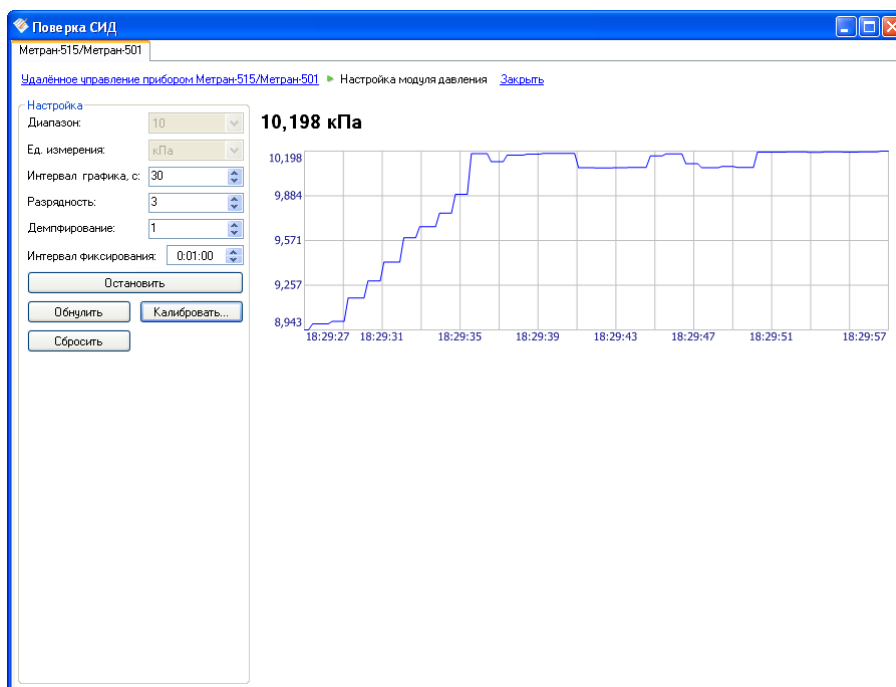

Рисунок 4.90 – Режим настройки модуля давления калибратора Метран-501
- Настройка модуля давления (см. Рисунок 4.90).
В программе расположены компоненты (см. Рисунок 4.90):